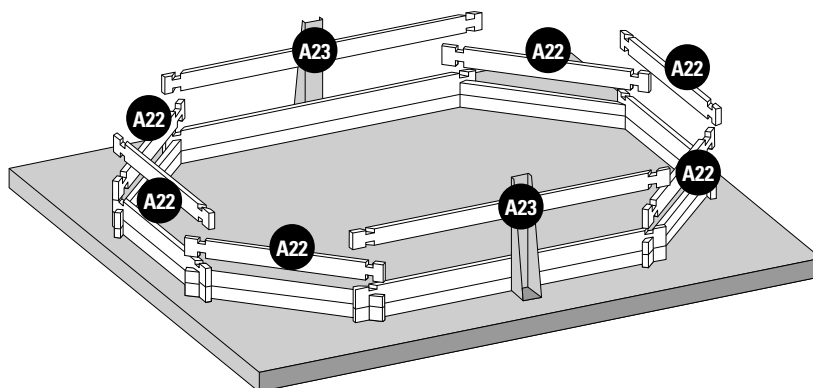

Fig. 4 / Abb. 4 / Afb. 4
3rd LAYER OF BOARDS: Install the third layer of boards as shown in figure 4. The position of the refilling fitting with the key and the skimmer should be defined at the start of the assembly (read the specific paragraphs).
3ÈME RANGÉE MADRIERS : Positionnez les madriers de la 3ème rangée conformément à la figure 4. Vous devez avoir déterminé l'emplacement de la buse de refoulement et du skimmer dès le début du montage (voir paragraphes spécifiques).
3. BRETTERRIHE: Platzieren Sie die Bretter der dritten Reihe laut Abb. 4. Zu Beginn der Montage müssen Sie die Lage des Druckventils und des Skimmers festlegen (lesen Sie hierzu die entsprechenden Abschnitte).
3ª RIJ PLANKEN: Plaats de planken van de derde rij zoals te zien is op afbeelding 4. U moet al bij aanvang van de montage bepalen op welke plaats het uitstroombondstuk en de skimmer moet komen (less de betreffende paragrafen).